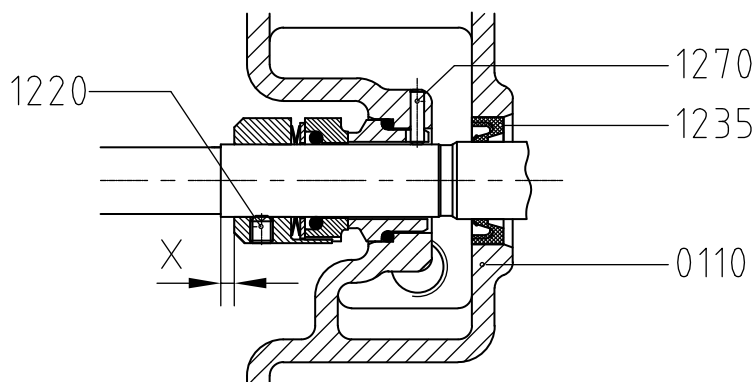

Figura 15: Ajuste da vedação mecânica M7N.
- 6 Ajuste a peça rotativa da vedação mecânica à distância X (consulte a figura 15 e a tabela correspondente) e bloqueie-a, fixando o parafuso de ajuste (1220).